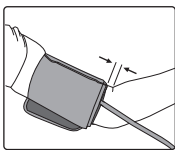

Fig. 3
5. El borde inferior del manguito debe colocarse aproximadamente una pulgada por encima de la articulación del codo, Fig 3.